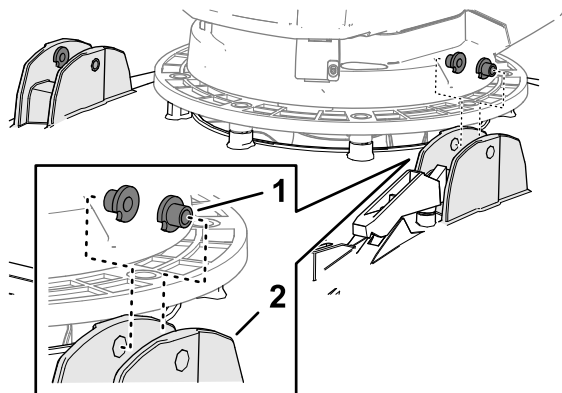

Рисунок 5
1. Встановіть 2 Т-подібні втулки у кромки нижнього руків'я деки косарки (Рисунок 5).